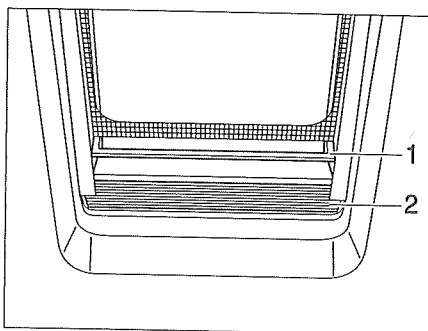

Bild 25 Plisségardin
- Stänga:** ■ Ta tag i plisségardinen (Bild 25,2) i mitten av grepplisten (Bild 25,1) dra den nerifrån och upp och släpp i önskad höjd. Plisségardinen stannar i denna position.